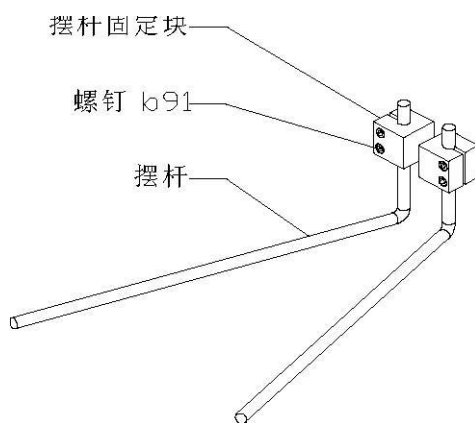

图4
3.5 摆杆位置调整(见图4) 松开螺钉b91,用手转动摆杆至适当位置